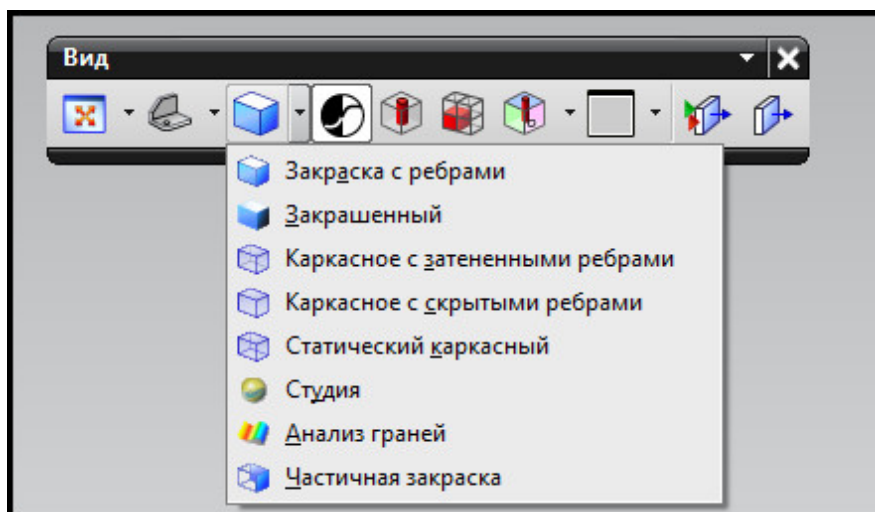

Рис. 1.52. Панель Вид
1. Выбрать необходимую клавишу на панели **Вид** (рис. 1.52).